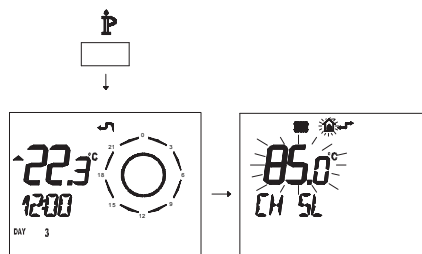

Figura 5.56
- Premere per più di 3 secondi il pulsante  para per entrare in modalità **INFO** (Figura 5.56).